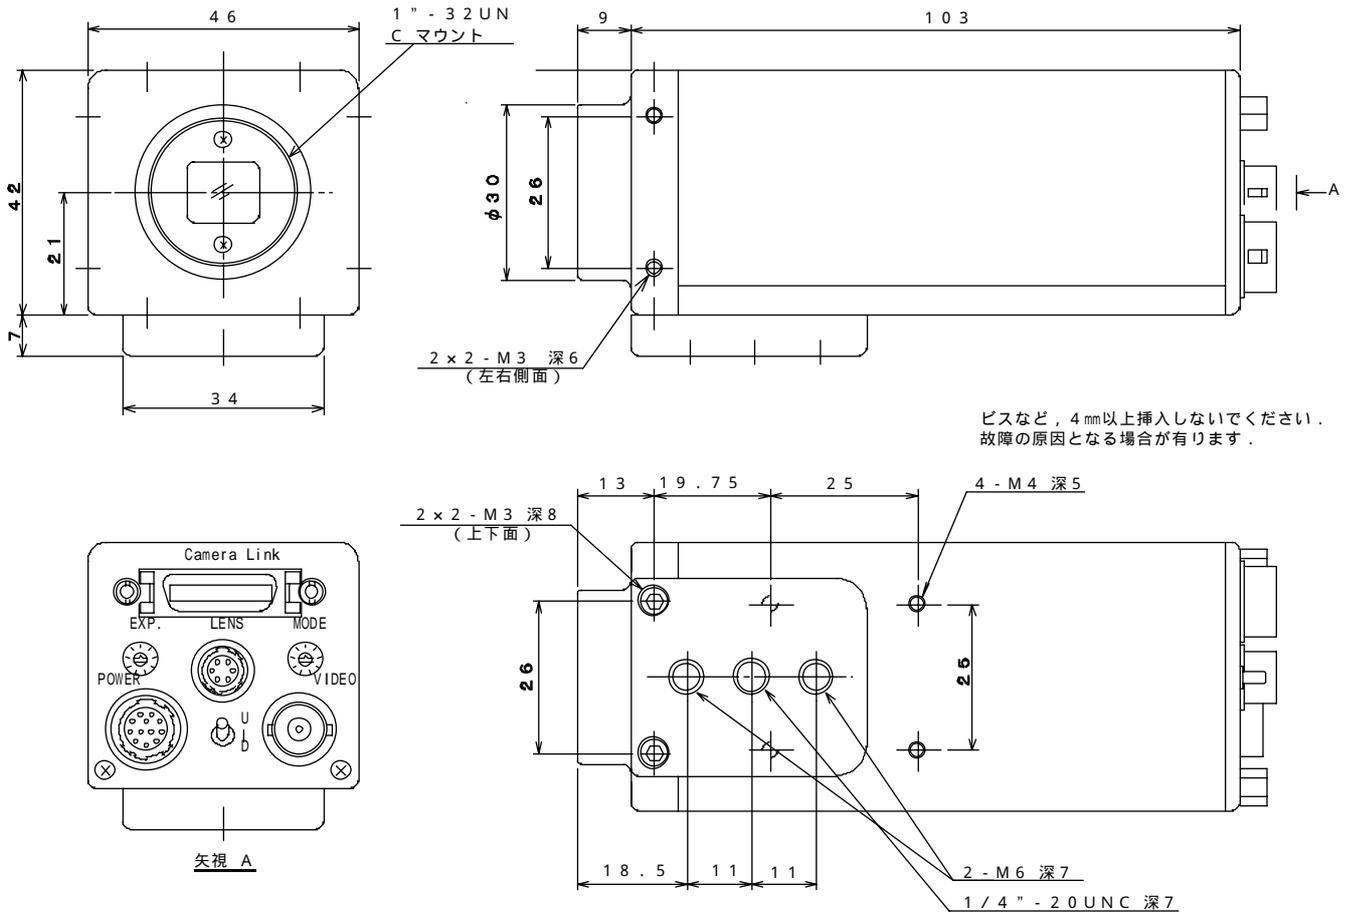

図2 - 1 FC300M外形図
(3) CCD
- ・ CCDの波長感度特性 (図2 - 3参照)
- ・ 総画素数 692(H) x 504(V) , 約35万画素
- ・ 有効画素数 659(H) x 494(V) , 約33万画素
- ・ チップサイズ 5.84mm(H) x 4.94mm(V)
- ・ ユニットセルサイズ 7.4 $\mu$ (H) x 7.4 $\mu$ (V)
- ・ オプティカルブラック 水平(H) 方向 前2画素, 後31画素